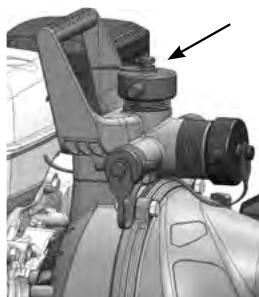

Figure 1.1
**Modèles de pompes Firefighter avec sorties à 3 voies** : utiliser un orifice de vidange par le haut comme port d'amorçage tel qu'indiqué sur la **Figure 1.1**.